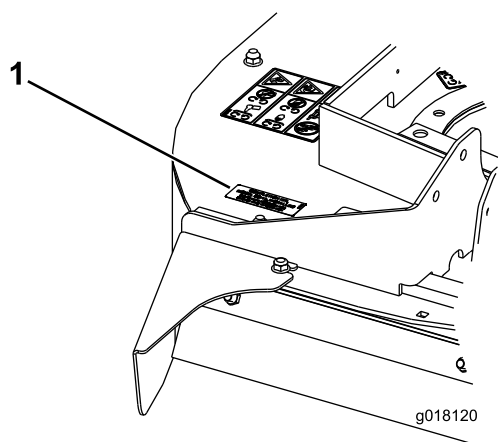

Figura 17
19. Affiggete un adesivo di identificazione sulla parte superiore dell'apparato di taglio del tosaerba accanto alla piastra del numero di serie (Figura 16 e Figura 17). Assicuratevi che la superficie di montaggio sia pulita.